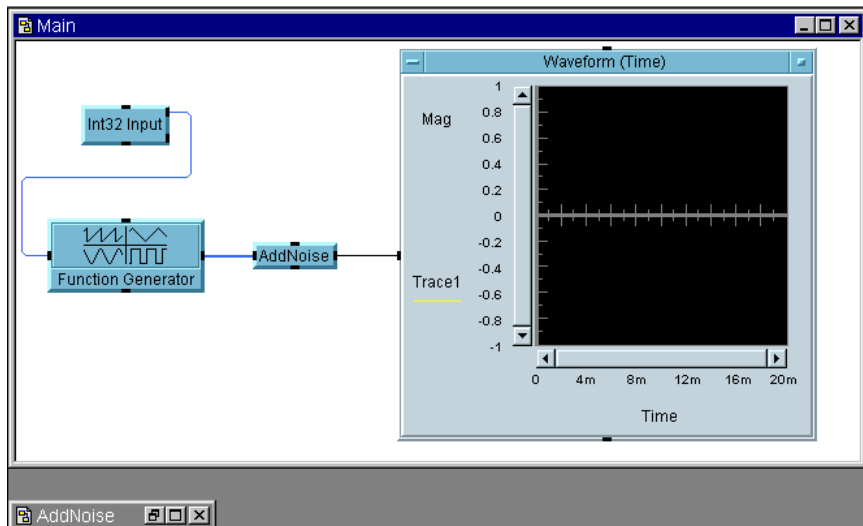

図 2-7. Int32 Input を追加した usrobj-program.vee プログラム
4. Int32 Input オブジェクトの上の出力ピンを Function Generator の入力ピンに接続します。これで、Frequency は、入力ピンを介してのみ変更可能になり、[Frequency] 入力フィールドでは変更できなくなります。プログラムは図 2-7 のように表示されます。